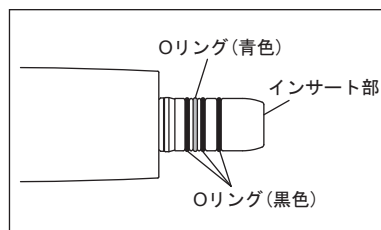

図 8
- ・Oリングは全部で4個ありますが、1個(青色)は太さが異なりますので、図8のように位置をまちがえないように正しく取り付けてください。